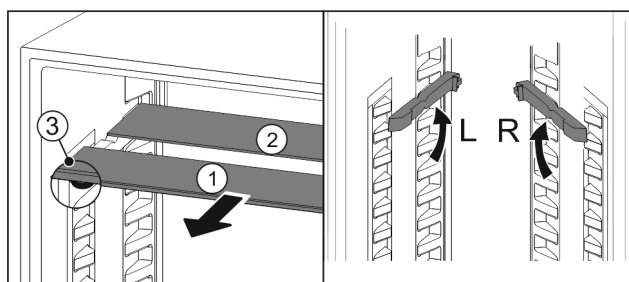

Fig. 127
- ▶ Izvelciet stikla paneļus pa vienam uz priekšu Fig. 127 (1).
- ▶ Stikla panelis Fig. 127 (1) ar dekoratīvo uzliktu atrodas priekšā.
- ▶ Apturi Fig. 127 (3) ir vērsti uz leju.